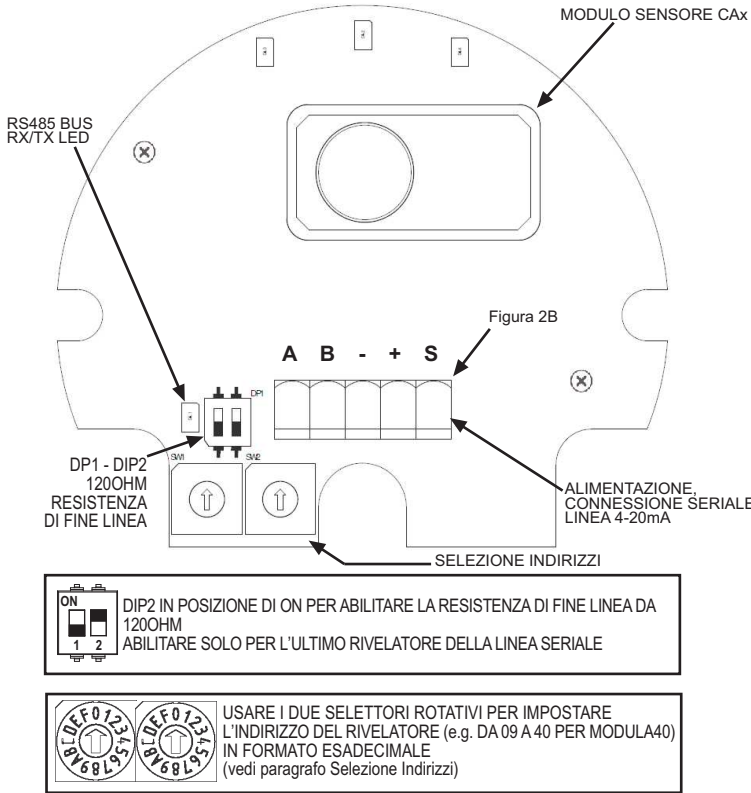

Figura 2: Vista interna
- b. Suggeriamo di rimuovere con attenzione la scheda del rivelatore dalla parte inferiore della custodia svitando le viti della scheda di fissaggio (vedere la Figura 2), per non danneggiare la scheda durante le operazioni di fissaggio.
- h. Montare la scheda del rivelatore nella parte inferiore dell'alloggiamento fissando le viti di fissaggio della scheda (vedere la Figura 2).